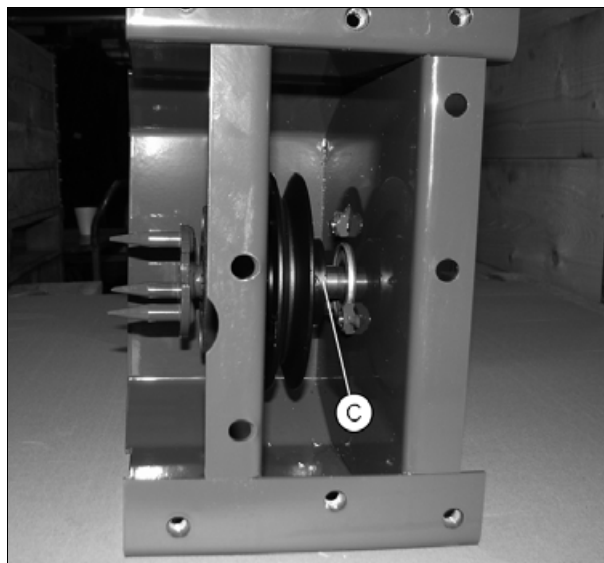

Рис. 12.
5. Отверните установочные винты шкива ременной передачи (С) *рис. 12*.
6. Отверните болты на фланцевом подшипнике (D), извлеките подшипник и вал.